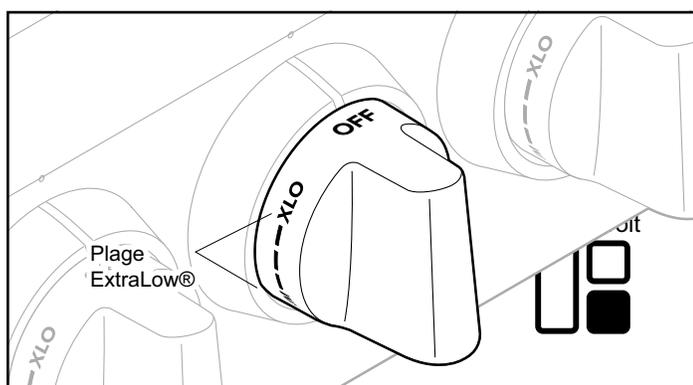

Figure 5 : Bouton de commande de brûleur STAR® ExtraLow®
La figure 5 illustre le bouton de commande présentant une plage supplémentaire entre les réglages SIM et XLO®. Lorsque le bouton est réglé dans cette plage, la flamme s'allume et s'éteint. La durée d'allumage et d'extinction de la flamme lorsqu'elle est modifiée diminue d'autant la chaleur, permettant ainsi de cuisiner des aliments délicats. Par exemple, un réglage très bas est idéal pour faire mijoter et pocher, fondre le chocolat et le beurre, maintenir des aliments cuits à une certaine température sans pour autant les brûler.
- Assurez-vous qu'il n'y a aucun jeu entre les couvercles des brûleurs STAR® et leurs bases. Consultez les figures 5 et 6 : *Mise en place correcte et incorrecte des couvercles de brûleurs STAR®* pour des exemples des dispositions correctes et incorrectes des couvercles de brûleurs STAR®.